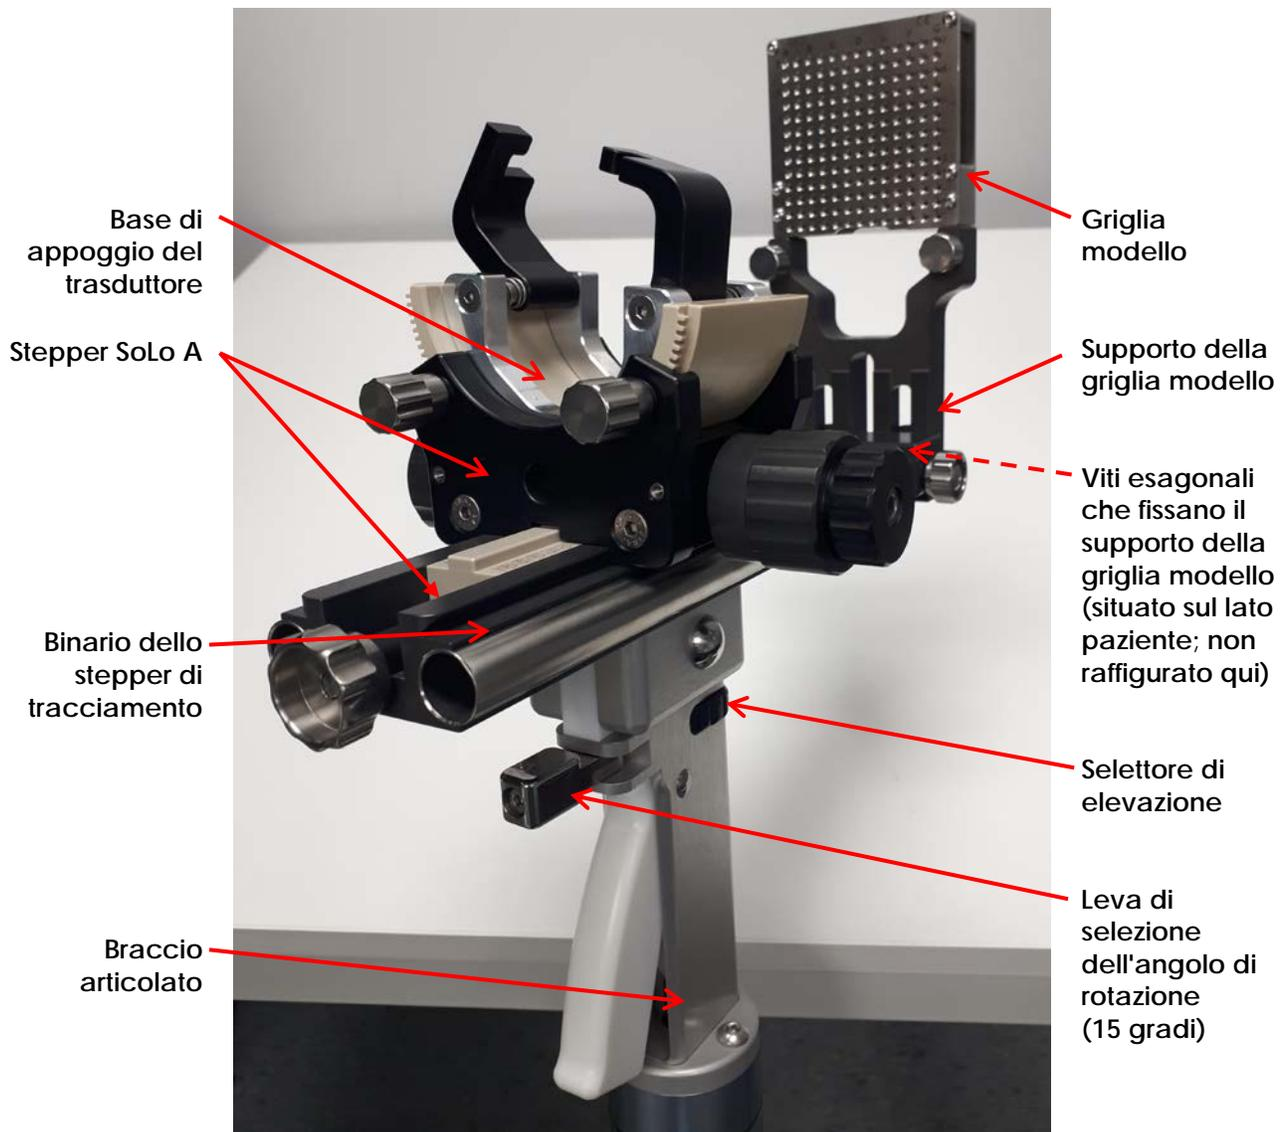

Figura 11: Parti dello stepper transperineale che necessitano di disinfezione
Prima di ogni utilizzo è necessario pulire l'apparecchiatura in modo appropriato alla procedura. Dopo ogni utilizzo, seguire le procedure corrette per la pulizia e lo smaltimento dei rifiuti. La Figura 11 identifica le parti dello stepper transperineale che richiedono pulizia, disinfezione e sterilizzazione.
- Istruzioni per la pulizia, disinfezione e sterilizzazione del binario dello stepper di tracciamento, della griglia modello riutilizzabile, del supporto della griglia modello e della base di appoggio del trasduttore (fare riferimento alla Figura 11)